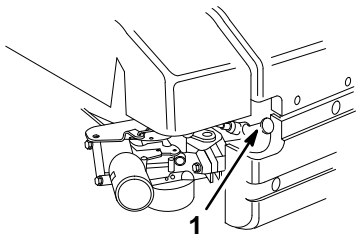

Abbildung 8
3. Das Zündkabel anschließen (falls gelöst) (Abb. 8).